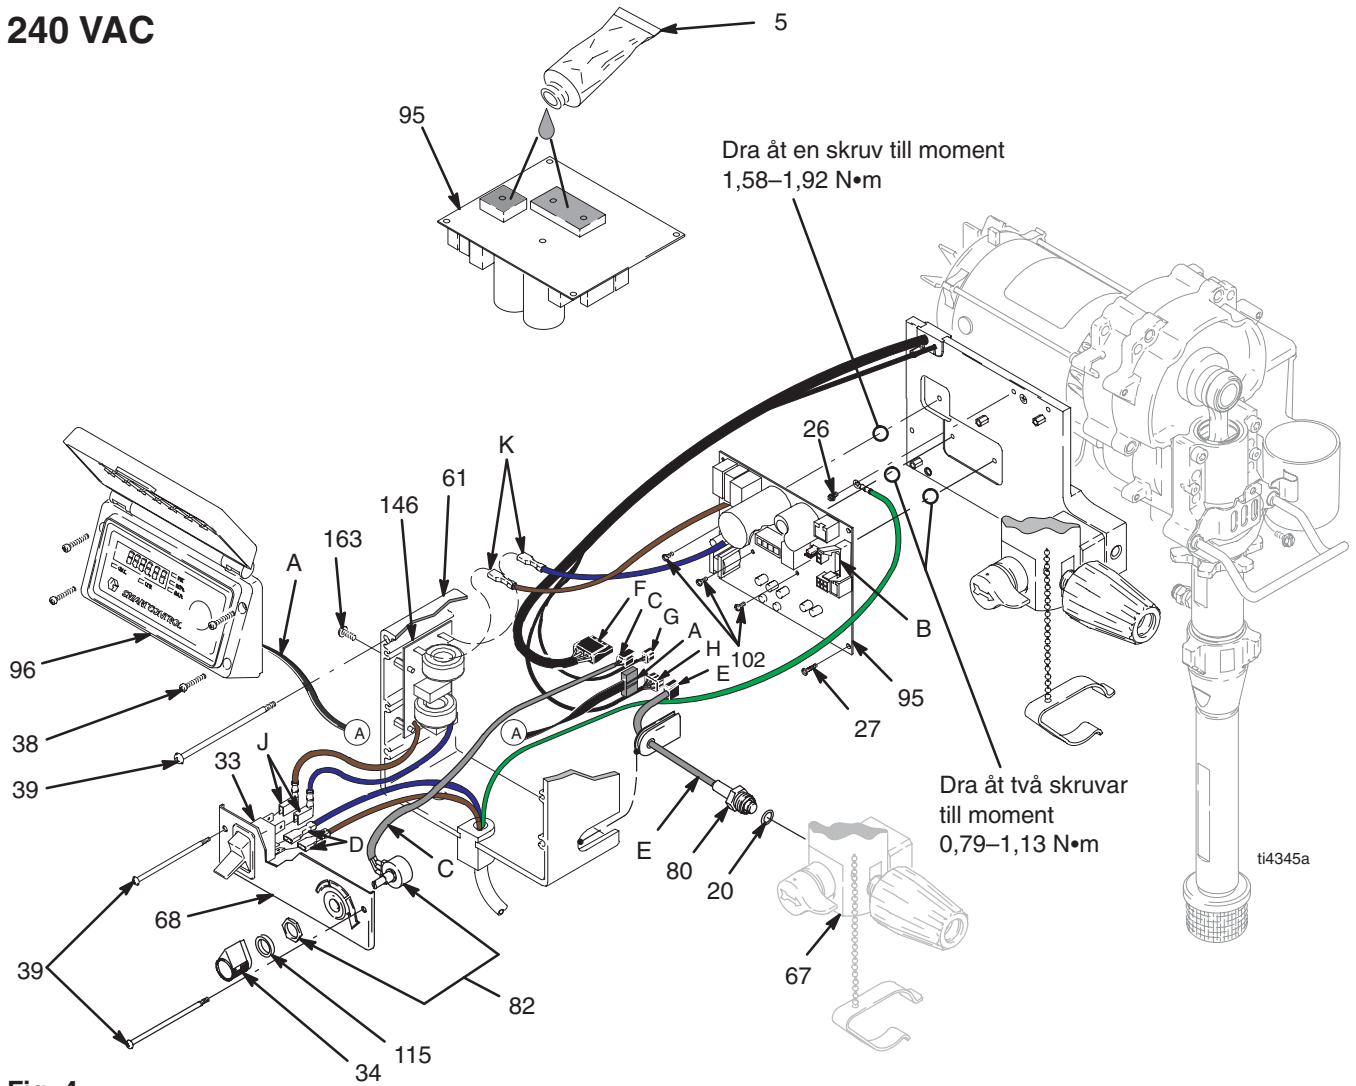

Fig. 4
- Fig. 4. Skruva bort fyra skruvar (38) och kåpan (96).
- Koppla bort displaykontakten (A) från motorstyrkortet (95).
- Skruva bort de två undre skruvarna (39). Lossa potentiometerkontakten (C) från motorstyrkortet (95). Lossa nätsladdkontaktarna (D) och filterkortkontaktarna (J) från strömbrytaren (33) och ta bort reglagepanelen (68).
- Koppla loss kraftmatningen (K) till motorstyrkortet från filterkortet (146).
- Skruva bort de övre skruvarna (39) och styrboxen (61).
- Lossa givarkontakten (E) från motorstyrkortet.
- Skruva bort fem skruvar (27), tre skruvar (102) och motorstyrkortet.
- Skruva bort fyra skruvar (163) från filterkortet (146).
- Fig. 4. Stryk på lite värmeledande massa 110009 (5) på de skuggade områdena på baksidan av motorstyrkortet (95).
- Fig. 4. Fäst filterkortet (146) med fyra skruvar (163).
- Anslut motorkontaktarna (K) från motorstyrkortet till filterkortet (146).
- Anslut kraftmatningen (J) till filterkortet på de övre två anslutningarna på strömbrytaren (33) och nätsladdkontaktarna (D) på de undre två kontaktarna på strömbrytaren.
- Koppla in potentiometerkontakten (C) på motorstyrkortet (95).
- Fäst motorstyrkortet (68) med två skruvar (39).
- Koppla in displaykontakten (A) på motorstyrkortet (95).
- Fäst kåpan (96) med fyra skruvar (38).